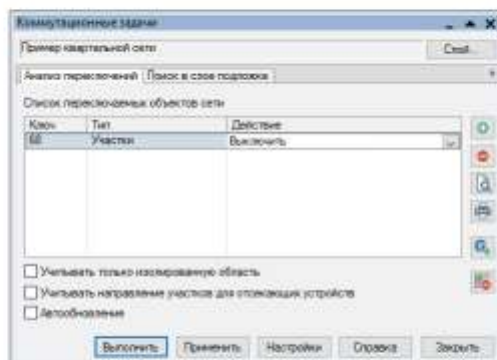

Рисунок 16.4. Список переключаемых объектов
5. Нажмите кнопку панели. Выбранный объект добавится в список переключаемых объектов сети в диалоговом окне. (Рисунок 16.4, «Список переключаемых объектов»).